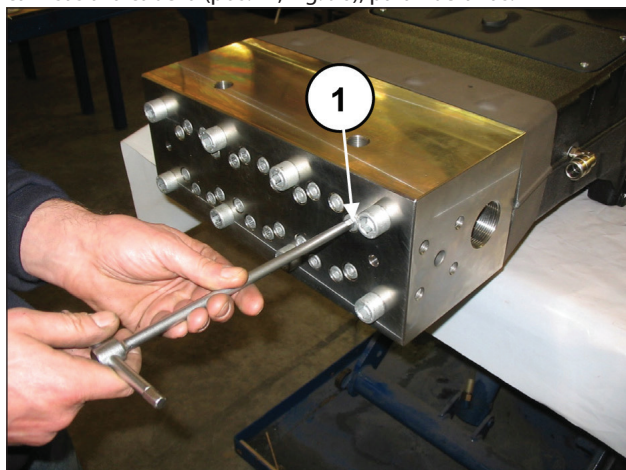
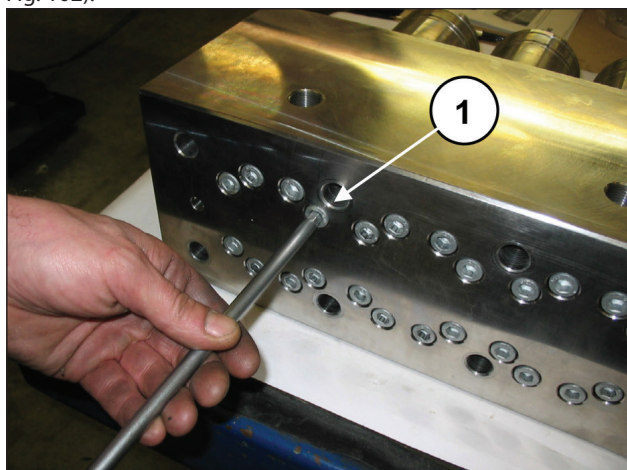
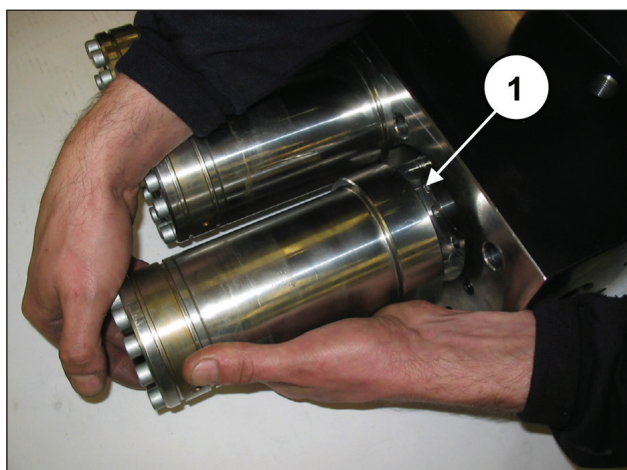

Fig. 96
Fig. 101
Fig. 102
Aflojar, sin extraerlos, los tornillos M10x140 que fijan las camisas a la cabeza (pos. ①, Fig. 96), para liberarlas.
Extraer los tornillos M10x140 que fijan las camisas a la cabeza (pos. ①, Fig. 101) y extraer los grupos de camisas (pos. ①, Fig. 102).
Para extraer los grupos de pistón operar del siguiente modo: Desmontar la cabeza y el distanciador de las camisas del cárter de la bomba como se indica en el apart. 2.2.1 (de Fig. 96 a Fig. 102).